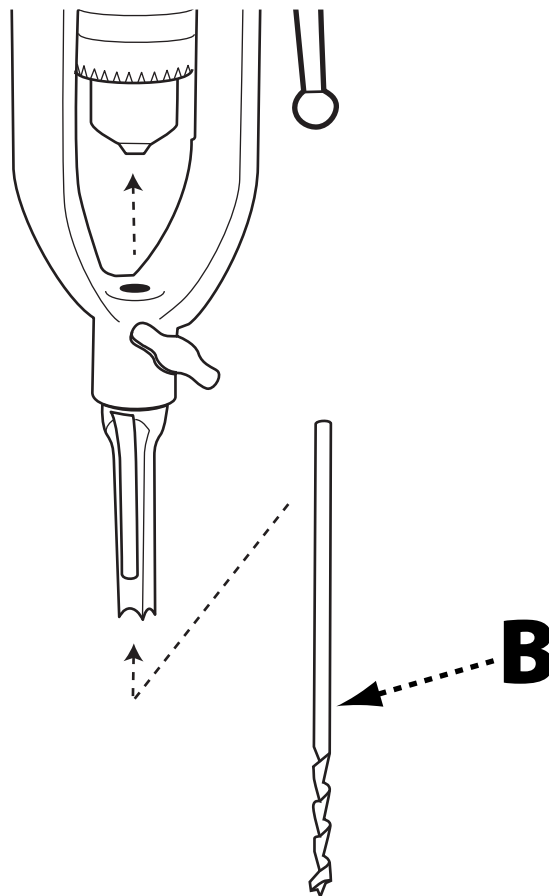

FIGURA 7
Inserte la broca para cortar mortaja (B) a través del cincel y hacia el portabrocas del taladro. La parte inferior de la broca debe sobresalir aproximadamente 0.79 mm (1/32 pulg.) más allá de las puntas de la esquina del cincel como se muestra en la figura 7.